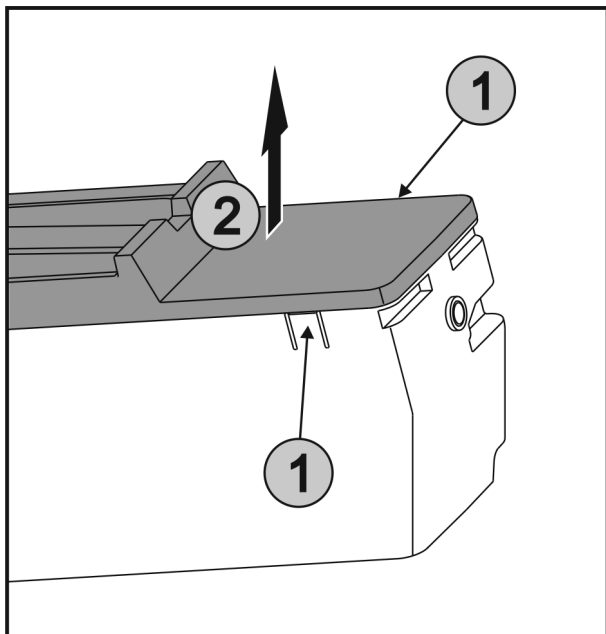

Fig. 28
- ▶ Stlačte západky Fig. 28 (1) na obou stranách EasyTwist-Ice současně a sejměte kryt Fig. 28 (2) směrem nahoru.